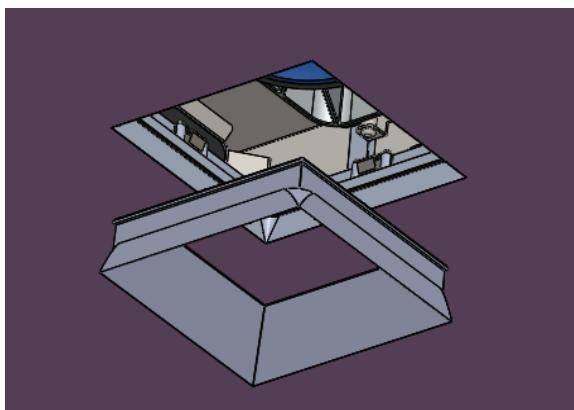

fig. 16
- Enfoncez l'habillage sans bride dans son support (voir la fig. 16).